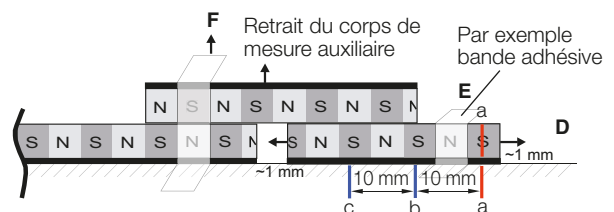

Fig. 4-10 : Apposition de trois marquages a, b et c
5. Glisser le second corps de mesure M2 sous le corps de mesure auxiliaire dans l'une et l'autre direction, jusqu'à ce que l'attraction maximale soit atteinte. Fixer le corps de mesure M2 à cette position stable à l'aide de bande adhésive. Retirer le corps de mesure auxiliaire (Fig. 4-10).
6. Marquer le corps de mesure M2 et la partie de machine à une position quelconque (a) (Fig. 4-10). Du marquage à l'impact, apposer deux autres marquages (b et c) d'une distance de 1 paire de pôles chacun (ici 10 mm) uniquement sur la partie de machine.